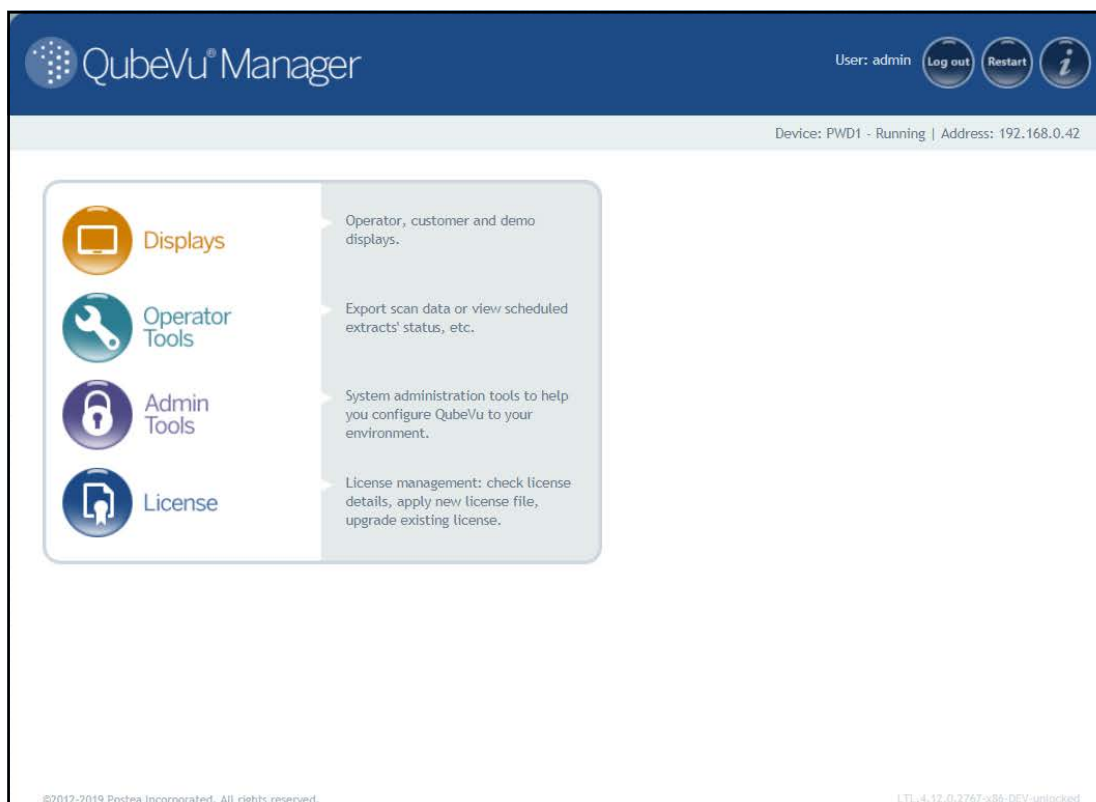

Figure 5-1. Page d'accueil de QubeVu Manager
- Appuyez sur  **Admin Tools** dans le menu **QubeVu Manager** (Figure 5-1, page 21) pour accéder au menu **Admin Tools** (Outils d'administrateur) (Figure 5-2).
1. Appuyez sur  **Admin Tools** dans le menu **QubeVu Manager** (Figure 5-1, page 21) pour accéder au menu **Admin Tools** (Outils d'administrateur) (Figure 5-2, page 22).